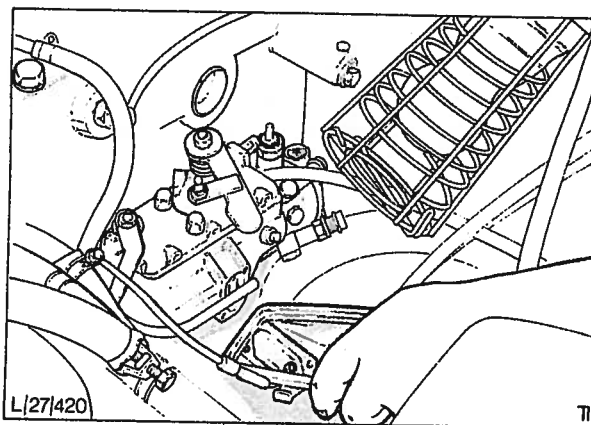

Fig. 43 Kontroll av pumpens innstilling ved bruk av lampe og speil.
- Bruk en lampe og et speil for å kontrollere at innstillingshakk står inne i anvisersirkelen (fig. 43). (Endelig justering vil bli utført i underoperasjon 19).